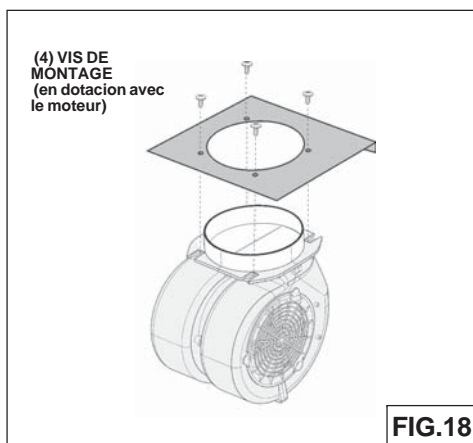

FIG.18
2. Fixez le ventilateur intérieur à la plaque du ventilateur, en utilisant (4) vis de montage en dotation avec le moteur (Fig.18).